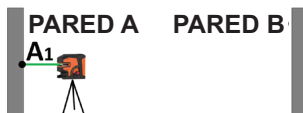

Figura 19
1. Ajuste el láser en la Pared A. Marque la altura del haz en la Pared A en el punto A1. (Figura 19)